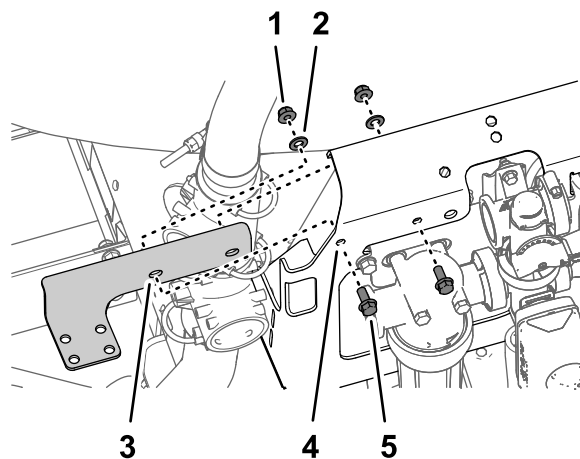

Figure 7
- Fixez la patte de montage à l'avant du support de vanne (Figure 7) à l'aide des 4 boulons à embase (5/16" x 3/4"), des 4 contre-écrous à embase (5/16") et des 4 rondelles (5/16").